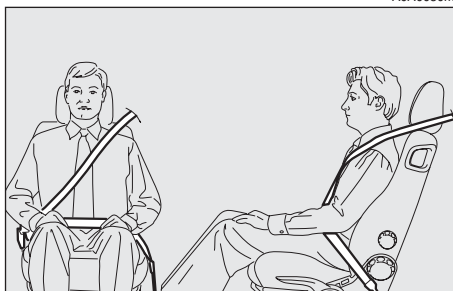

fig. 44
*La cinta de los cinturones no debe estar retorcida. La parte superior debe pasar sobre el hombro y atravesar diagonalmente el tórax. La parte inferior debe estar bien adherida a las caderas (fig. 44) y no al abdomen del pasajero. No utilice dispositivos (muelles, seguros, etc.) que impidan que los cinturones adhieran perfectamente al cuerpo de los pasajeros.*